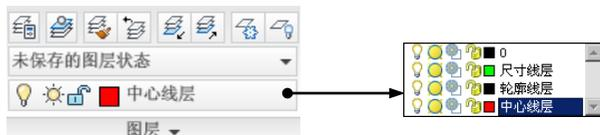

图 9.3.2 “图层”工具栏
(1) 切换图层。在图 9.3.2 所示的“图层”工具栏中, 选择“中心线层”图层。